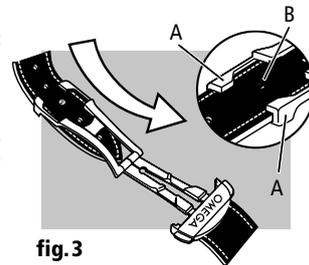

fig.3
**Ajuste do comprimento (fig. 3):** solte a junção longa de duas guias (A) e o pino (B). Deslocar a bracelete no sentido desejado e introduza novamente o pino e as duas guias. Experimente o relógio e efectuar novo ajuste se necessário.